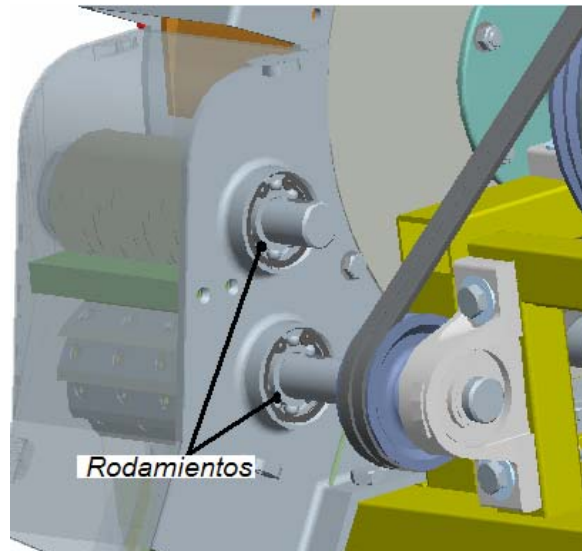

Figura B.6 Ubicación de los rodamientos.
2.-Verificar que los tres rodamientos se encuentren en perfecto estado cada 160 hrs de servicio, si éstos empiezan a zumbar o producen ruido diferente a lo normal, cambiar inmediatamente, debido a que esos tipos de rodamientos son cerrados y no es posible darles mantenimiento preventivo (ver figura B.6).